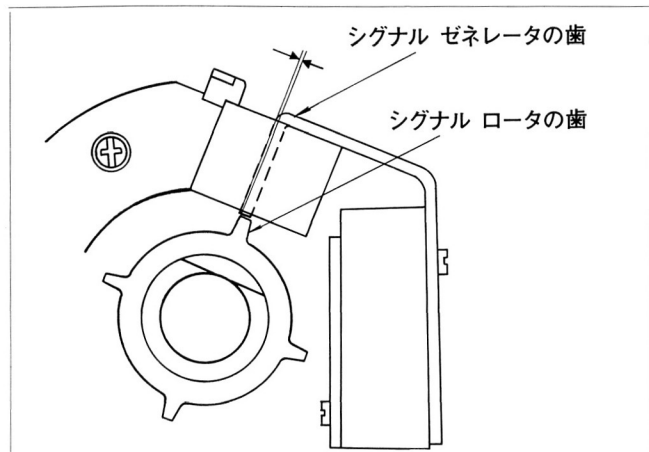

図7-9 デイストリビュータ セット位置
- (1) デイストリビュータをシリンダ ブロツクにそう入する。
- (2) 図7-9のように、シグナル ロータの歯がシグナル ゼネレータの歯と対抗した直後にハウジングをセットし、セット ボルトを取り付ける。
- (3) 次の部品を組み付ける。
- ① ロータ
- ② デイストリビュータ キヤツプ
- ③ レジステイブ コード
- ④ バキューム ホース
- ⑤ コネクタ接続
- ⑥ エア クリーナ ホース
- (4) エンジンを始動し、イグニション タイミングを調整する。